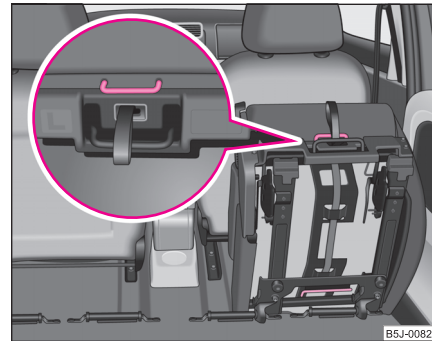

Abb. 56 Tragegriff an der Sitzfläche
- Nehmen Sie den Sitz mit dem Tragegriff an der Sitzfläche heraus ⇒ Abb. 56.